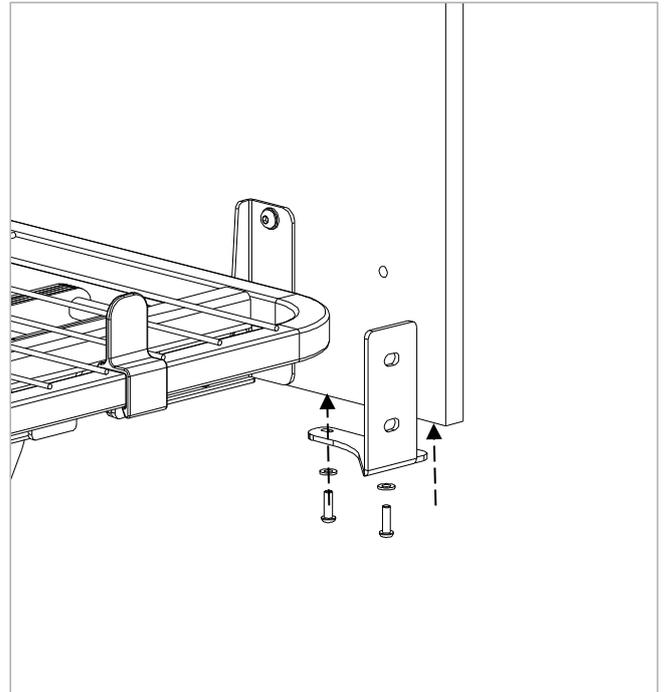

Figure 9.3
5. Fixez les quatre supports d'extrémité des panneaux latéraux au bord inférieur de la tête et des pieds de lit à l'aide des boulons et rondelles M6 x 20 mm, comme illustré dans Figure 9.3. Laissez les boulons légèrement desserrés.